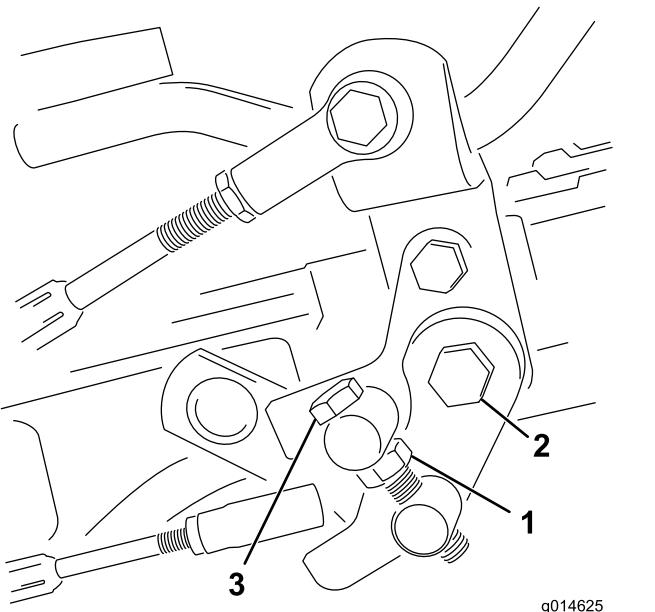

Figura 37
1. Allentate il controdado sul bullone di articolazione (Figura 37).
4. Serrate il controdado sul bullone di articolazione e il dado sul perno del pedale per fissare la regolazione (Figura 37). Controllate la messa a punto, e all'occorrenza ripetete la regolazione.